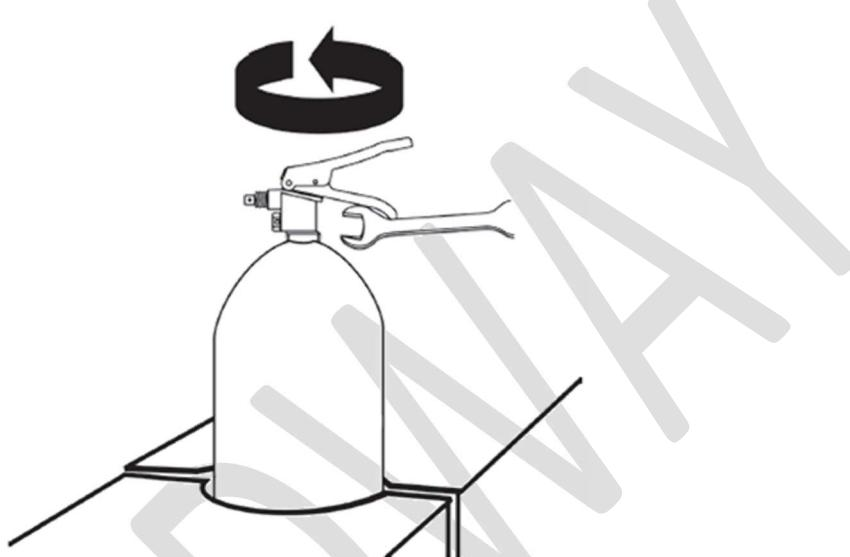

Figura 7: Desmontagem da Válvula do CO2
- ✓ Fixe o cilindro na posição vertical (com a válvula para cima) em um dispositivo que não danifique a pintura, (vide figura 7);